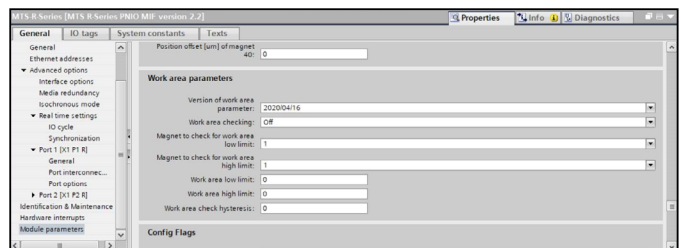

Abb. 117: Einstellung der Schaltpunkte für den Arbeitsbereich (work area)
- **Einstellen der Schaltpunkte für das Eingangsmodul „Sensor status 2“:** Um die Informationen aus dem Eingangsmodul „Sensor status 2“ zu lesen, ziehen Sie dieses Modul in das Fenster „Device Overview“. Im Abschnitt „Module parameters“ des Sensors können Sie unter „Work area parameters“ die Parameter der Schaltpunkte einstellen (Abb. 117):